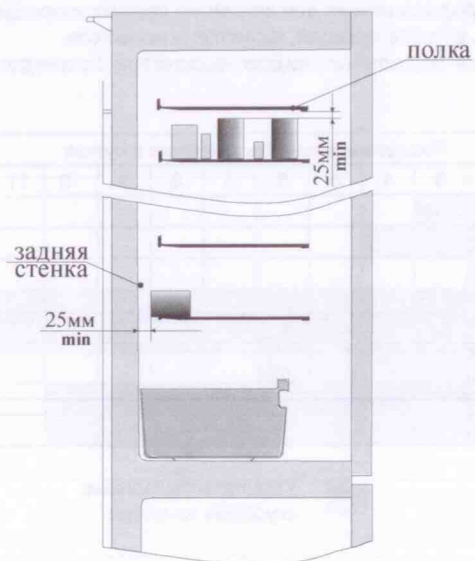

Рис. 5
**Для нормального функционирования холодильника обеспечьте свободную циркуляцию воздуха внутри холодильной камеры, укладывая продукты и напитки так, чтобы по всей высоте холодильной камеры оставался зазор не менее 25 мм между продуктами на полках и задней стенкой шкафа, между продуктами и выше расположенными полками (см. рис. 5).**